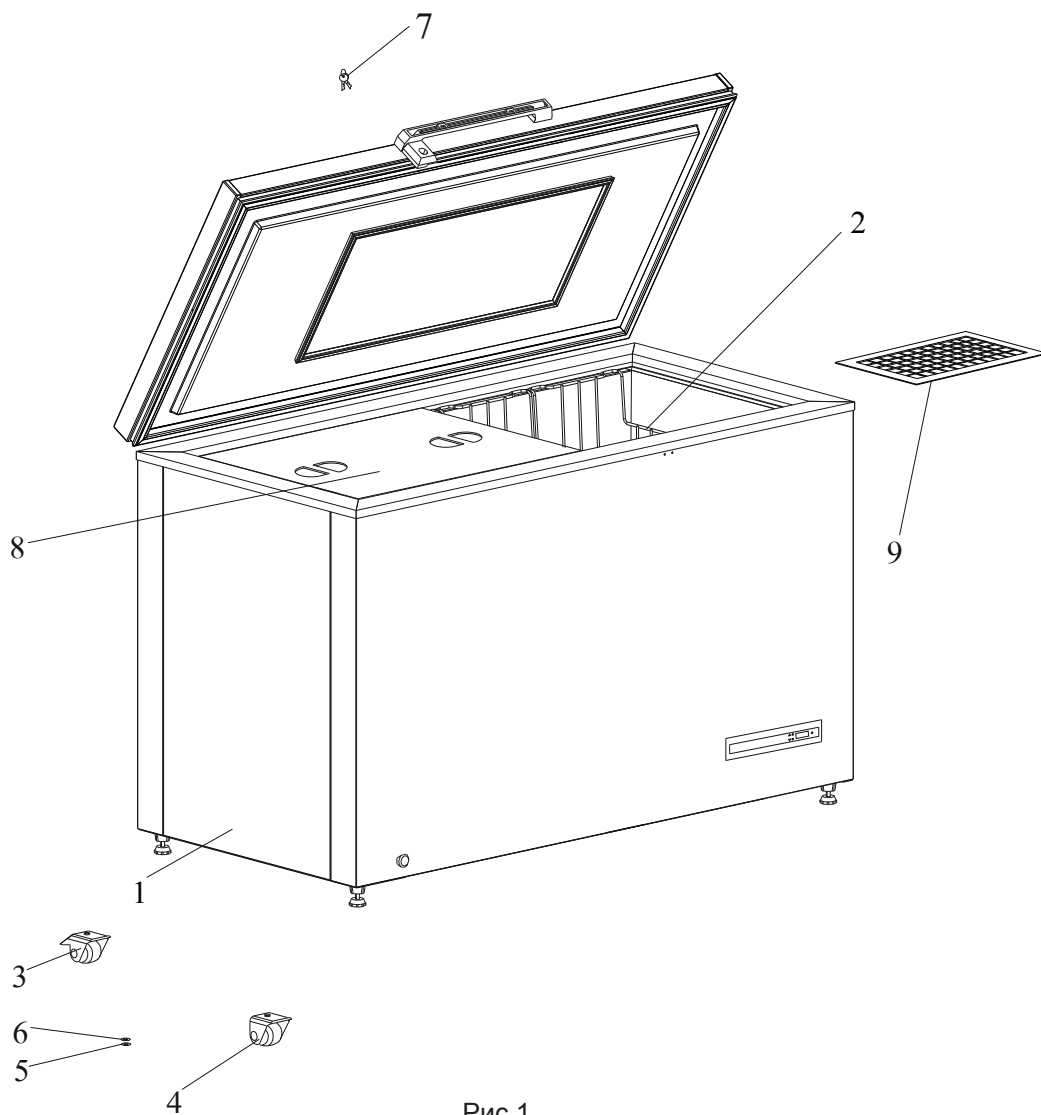

Рис.1
5.8 Для сохранения температурного режима внутри морозильника при пользовании под дверью находятся две крышки из вспененного полистирола (рис.1, поз.8). После укладки или извлечения препаратов из морозильника установите крышки таким образом, чтобы скос был со стороны боковых стенок морозильника.